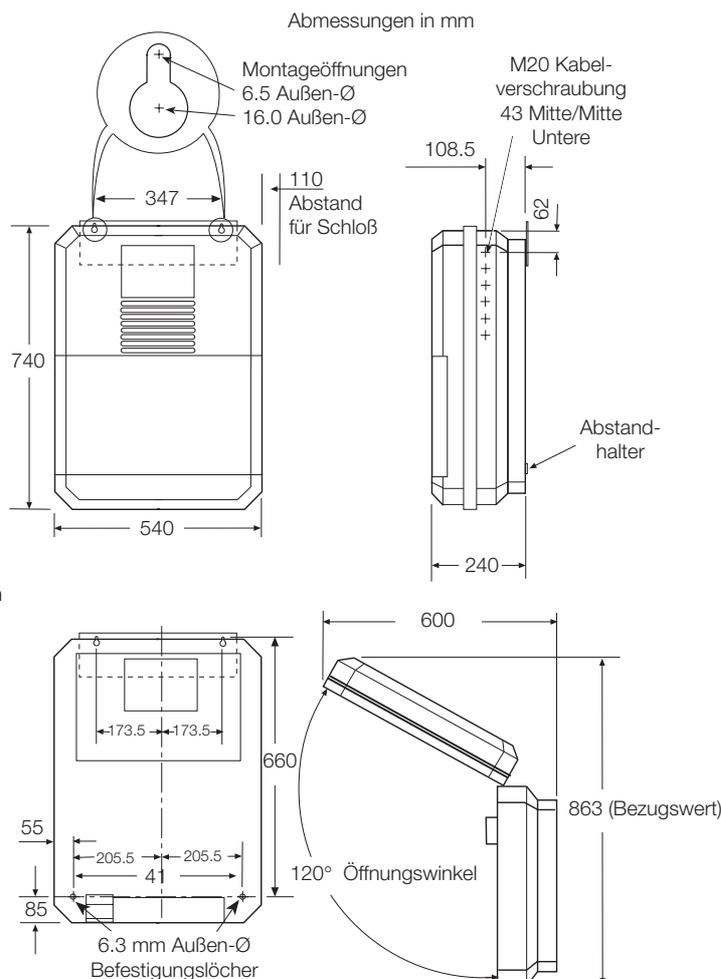

Abb. 2.1 Befestigung des Geräts
2.3 Montage – Abb. 2.1
Siehe Abb. 2.1 zu Montageverfahren und Gehäuseabmessungen.